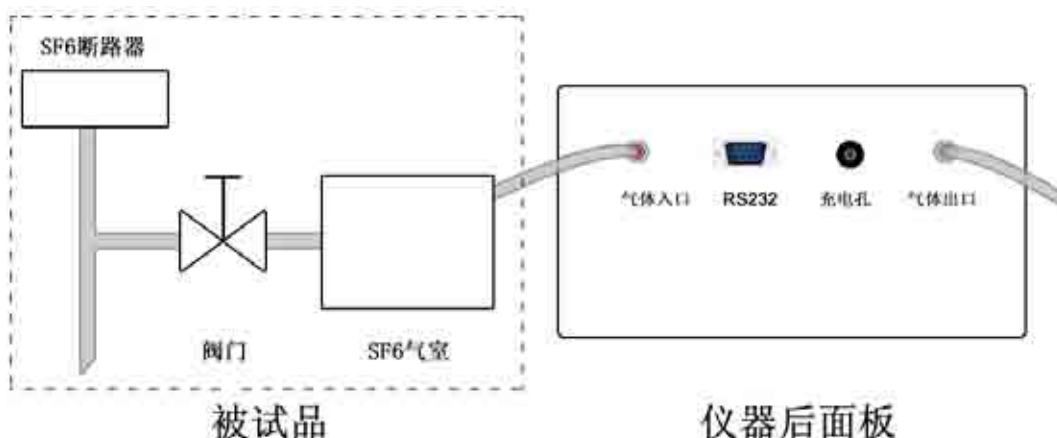

图 4 正确接线
按图 4 所示连接方法正确连接仪器的进气管和出气管。
注意：①按图 4 正确连接测量管道，不要将进气管和出气管接反；②进气管和 SF6 设备的螺母接头要用扳手拧紧；③出气管另一端应指向下风方向，或用专门的设备收集废气。